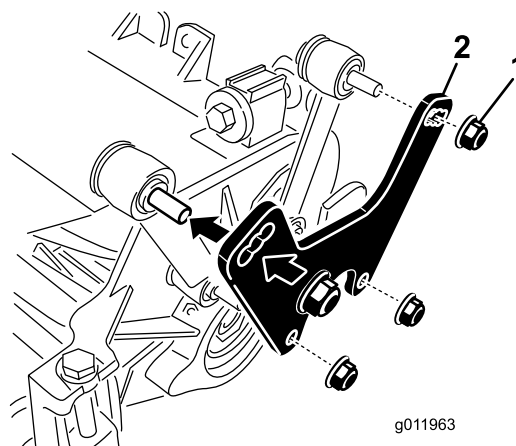

Figure 10
1. Retirez les écrous et rondelles qui fixent les biellettes de relevage à la plaque latérale du plateau de coupe et au châssis porteur (Figure 10).